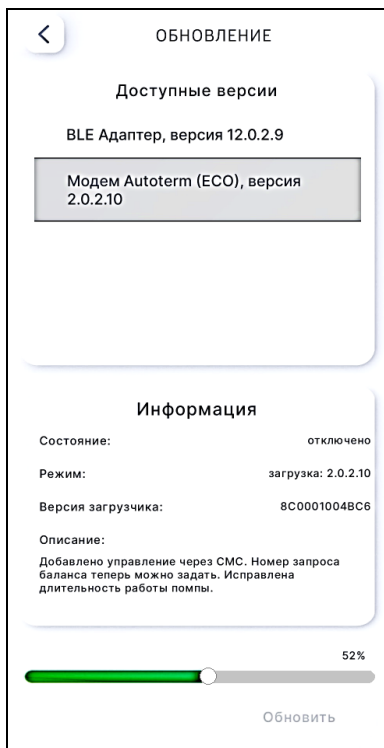

Рис. 38. Обновление
2. Выберите Ваше устройство управления и коснитесь «Обновить» (Рис. 38).